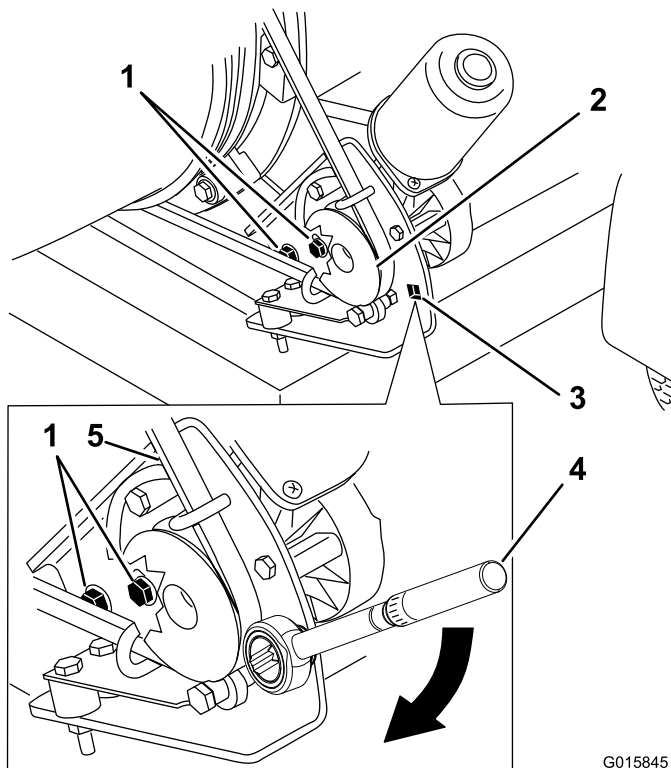

Figura 33
1. Allentate i bulloni che fissano la staffa di supporto della puleggia al telaio del soffiatore (Figura 33).
2. Posizionate una chiave torsionometrica nella staffa di supporto della puleggia (Figura 33).
3. Girare la staffa di supporto della puleggia allontanandola dall'ugello finché la chiave torsionometrica non registra un valore tra 22,6 e 26,0 Nm (Figura 33).